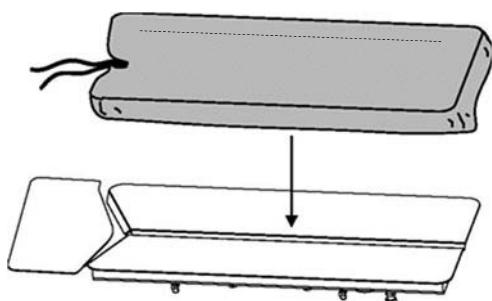

図3
- ③ 下コテマットで下コテの縁を覆うようにカバーを被せ、ひもを強く引っ張り緩まないように結んでください。(図3)